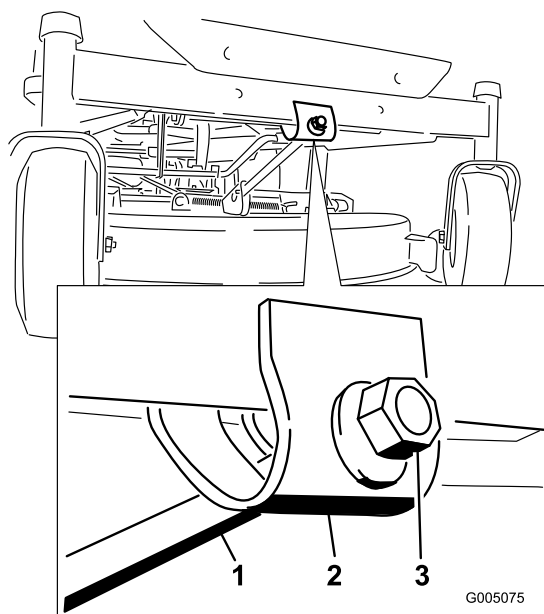

Figura 51
6. Per regolare l'inclinazione longitudinale della lama, ruotate il dado di regolazione nella parte anteriore del tosaerba (Figura 51).